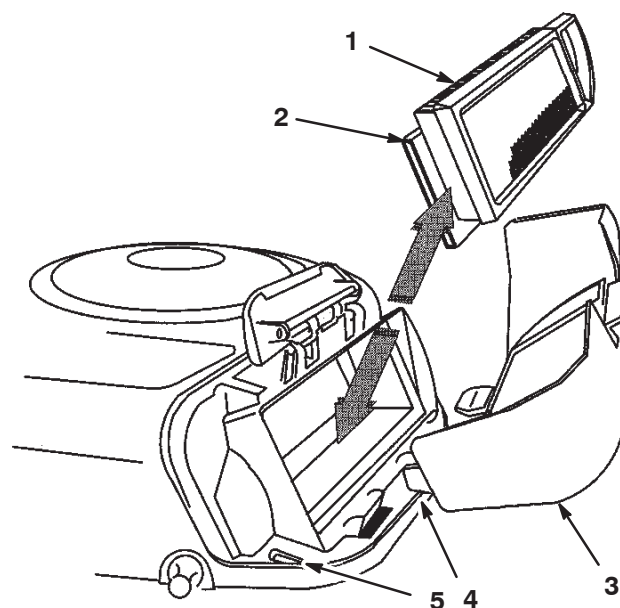

Figure 21
3. Sortez avec précaution les éléments en papier et en mousse du carter de soufflante (Fig. 21).
2. Placez les languettes du couvercle du filtre à air en face des fentes du carter de soufflante (Fig. 21). Accrochez la poignée sur le couvercle et appuyez dessus pour verrouiller le couvercle en place.